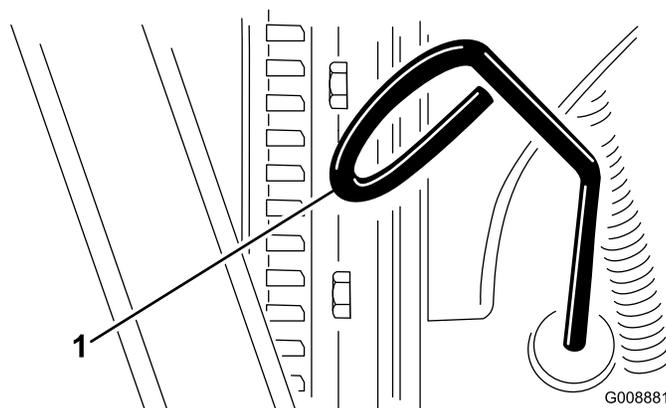

Figura 21
3. Togliete l'asta di livello, asciugatela e reinseritela (Figura 21).